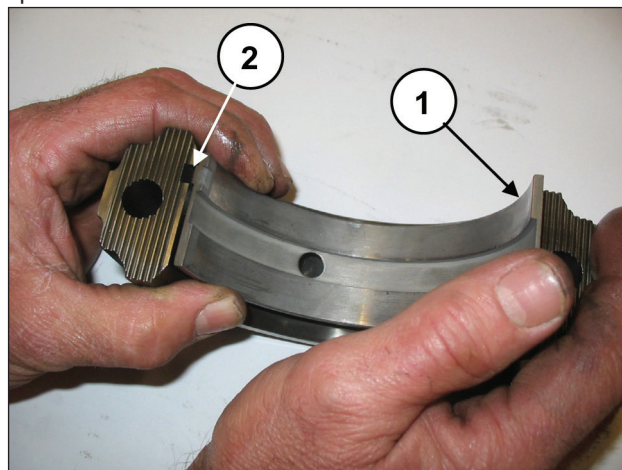

Fig. 59
Aplique os semi-rolamentos inferiores nas capas (pos. ①, Fig. 59) verificando se a lingueta de referência dos semi-rolamentos está posicionada no compartimento apropriado na capa (pos. ②, Fig. 59).